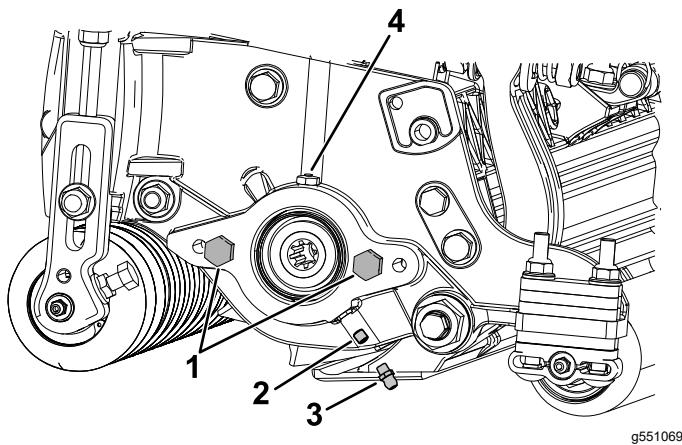

Figura 4
1. Retire y deseche el tornillo de fijación de la placa lateral del motor del molinete (Figura 4).
2. Instale el engrasador recto (Figura 4).
2. Si no hay tornillos en la placa lateral del motor del molinete, instálelos (Figura 4).
| 5. Engrase la placa lateral hasta que salga el exceso de grasa del orificio ( <a href="#">Figura 4</a> ). |